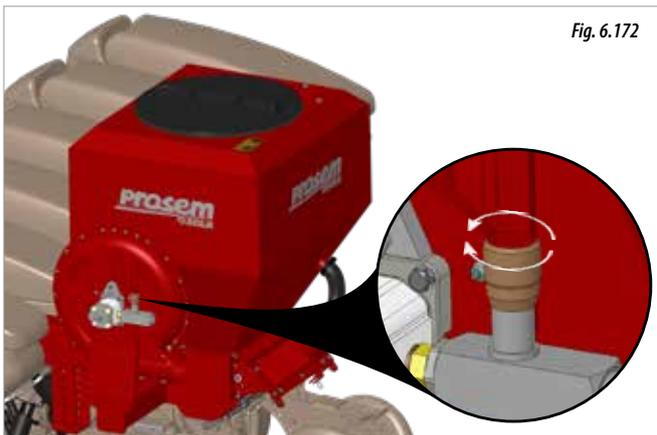

Fig. 6.172
EN EL CASO QUE NO SE PUEDA REGULAR EL RÉGIMEN DE VUELTAS DESDE EL TRACTOR, AJUSTAR EL RÉGIMEN DE VUELTAS DE LA TURBINA A TRAVÉS DEL REGULADOR DE CAUDAL (FIG. 6.172).
**1-** Abrir a fondo de escala el regulador de caudal ubicado en la turbina (Fig. 6.172).